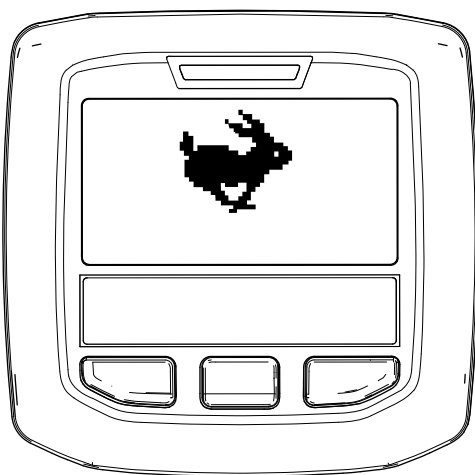

Figura 84
**Nota:** L'InfoCenter mostra l'icona TRASPORTO (Figura 84).